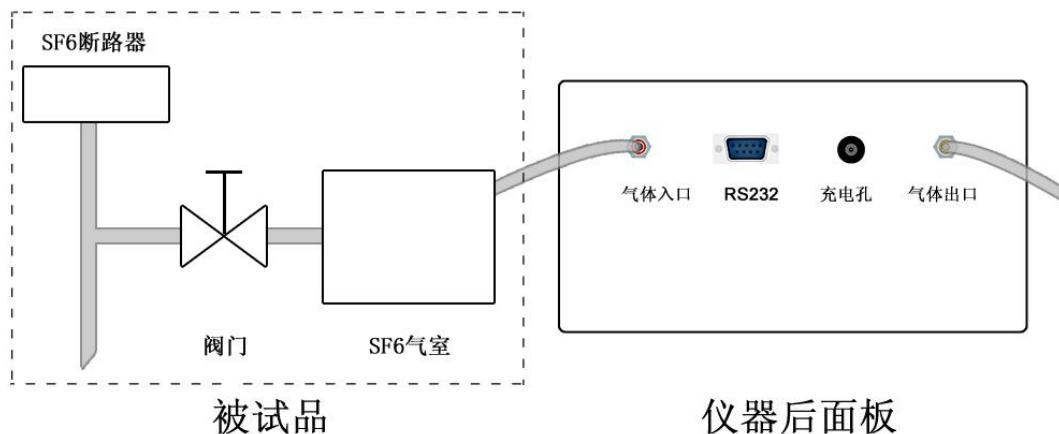

图 4 正确接线
按图 4 所示连接方法正确连接仪器的进气管和出气管。
- 注意:** ①按图 4 正确连接测量管道, 不要将进气管和出气管接反;
②进气管和 SF₆ 设备的螺母接头要用扳手拧紧; ③出气管另一端应指